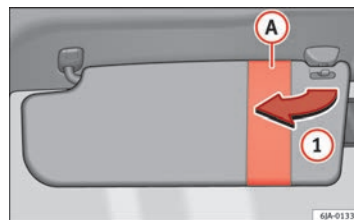
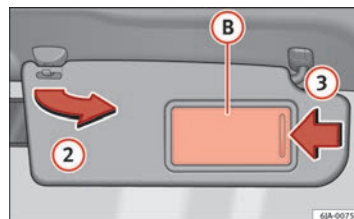

Fig. 64 Parasol del conductor
Fig. 65 Parasol del acompañante
Los parasoles del conductor y del acompañante pueden extraerse de sus soportes centrales y girarse hacia las puertas en el sentido de la flecha ① ⇒ fig. 64 y ② ⇒ fig. 65 respetivamente.
El parasol del acompañante viene provisto de espejo de cortesía ④ con tapa. La tapa se abre deslizando en el sentido de la flecha ⑤ ⇒ fig. 65.